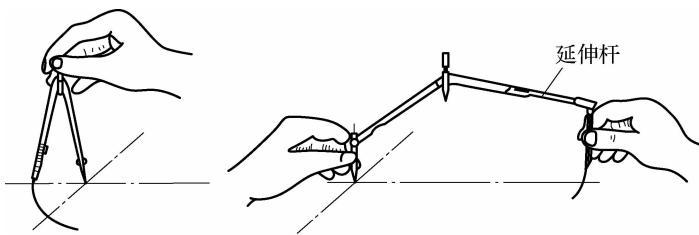

图 1-1-3 圆规的使用
(1) 圆规。使用圆规时，应尽可能使钢针和铅芯插腿垂直于纸面，画小圆时可用点(弹性)圆规；画大圆时，可用延伸杆来扩大其半径，如图 1-1-3 所示。